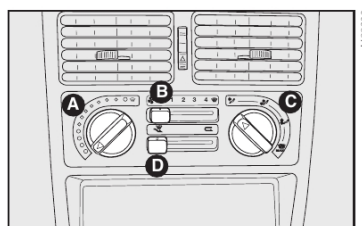

fig. 31
COMANDOS - fig. 31 e 32
1) Seletor para a temperatura do ar **A-fig. 31** totalmente posicionado à esquerda.
2) Seletor do ventilador **B-fig. 31** posicionado na velocidade máxima.
Com o cursor **D-fig. 31** na posição , é ativada somente a circulação do ar interno.